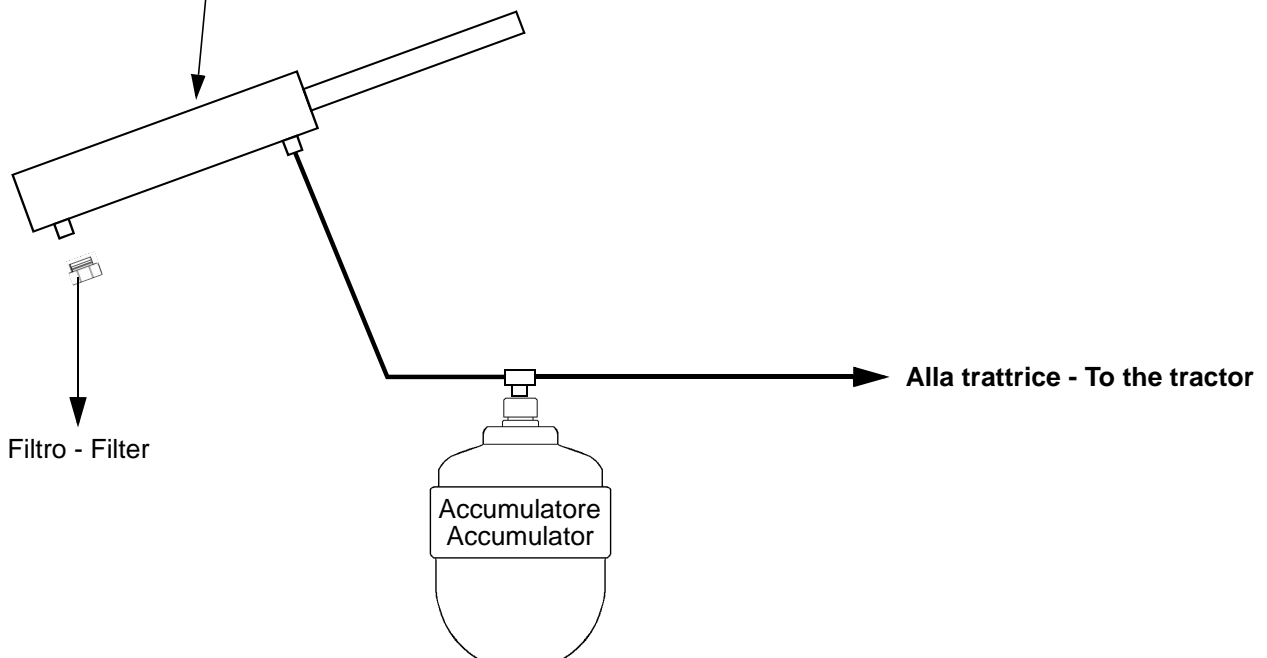

Fig. 9-6 *Collegamento idraulico accumulatore oleopneumatico*
**9.4 Accumulatore oleopneumatico (Fig. 9-6)**
- Fissare l'accumulatore oleopneumatico al timone della trinciatrice ed eseguire il collegamento idraulico come indicato in Fig. 9-6.
**9.4 Oleopneumatic accumulator (Fig. 9-6)**
- Fix the oleopneumatic accumulator to the shredder rudder and carry out the hydraulic connection as shown in Fig. 9-6.